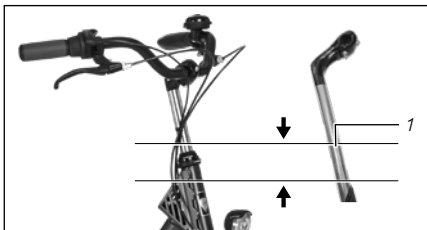

Abb.:25
- Schieben Sie den Lenkervorbau mit Innenklemmung maximal so weit nach oben, dass die Markierung auf dem Lenkervorbau mit Innenklemmung nicht zu sehen ist (siehe „Abb.:25 (1)“).